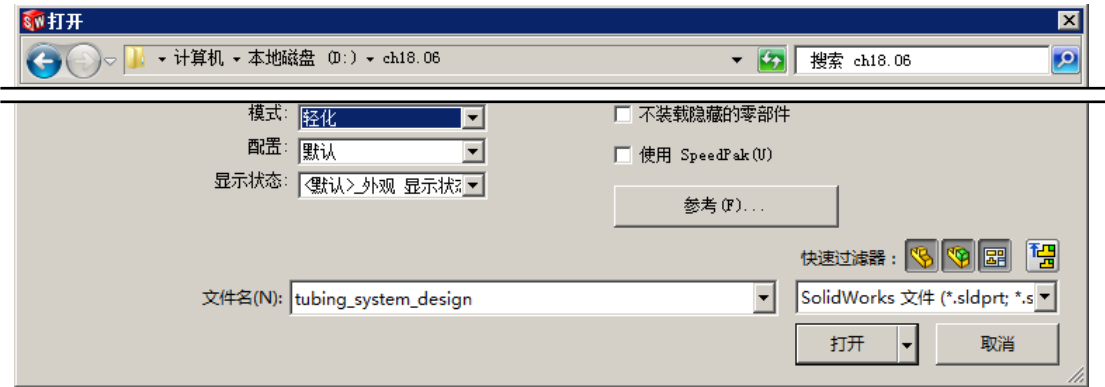

图 13.4.3 “打开”对话框
(2) 设置“打开”对话框。在图 13.4.3 所示的“打开”对话框的“模式”下拉列表中选择轻量化选项，即可设置文件以轻量化方式打开。